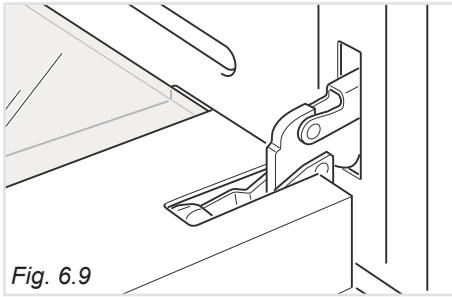

Fig. 6.9
- Ouvrez la porte a fond (fig. 6.9).